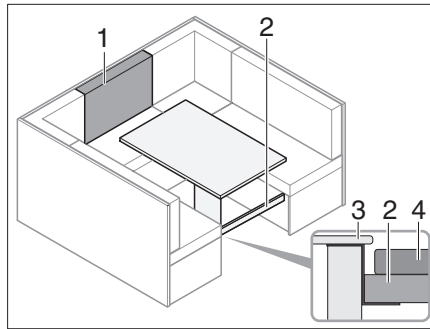

Bild 196 Före ombyggnaden
- Sätt in tvärstaget (Bild 196,2) under locket (Bild 196,3).
- Skjut in tvärstaget (Bild 196,2) under bordet (Bild 196,4) så att det får stöd.
- Lägg ryggdynan (Bild 196,1) framför extradynan på bordet.